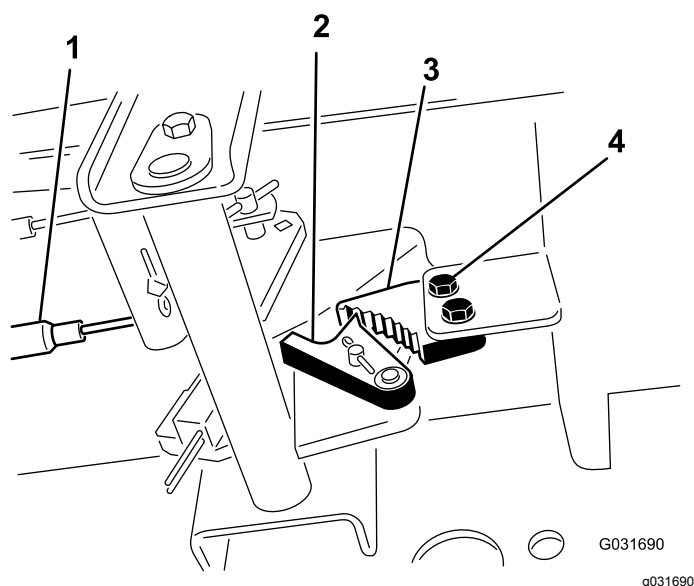

Figura 86
1. Afloje los 2 tornillos que fijan el trinquete del freno de estacionamiento al bastidor (Figura 86).
2. Pise el pedal del freno de estacionamiento hacia adelante hasta que la uña se engancha a fondo en el trinquete del freno (Figura 86).